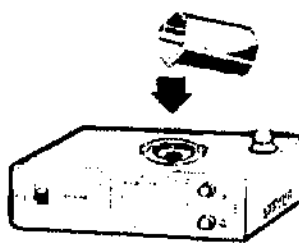

Рис. 2
5.2 Отмерьте шприцем или мерным стаканчиком 25 мл свежевскипяченной воды и залейте этот объем в отверстие излучателя (см. Рис. 2) (воду можно не охлаждать).